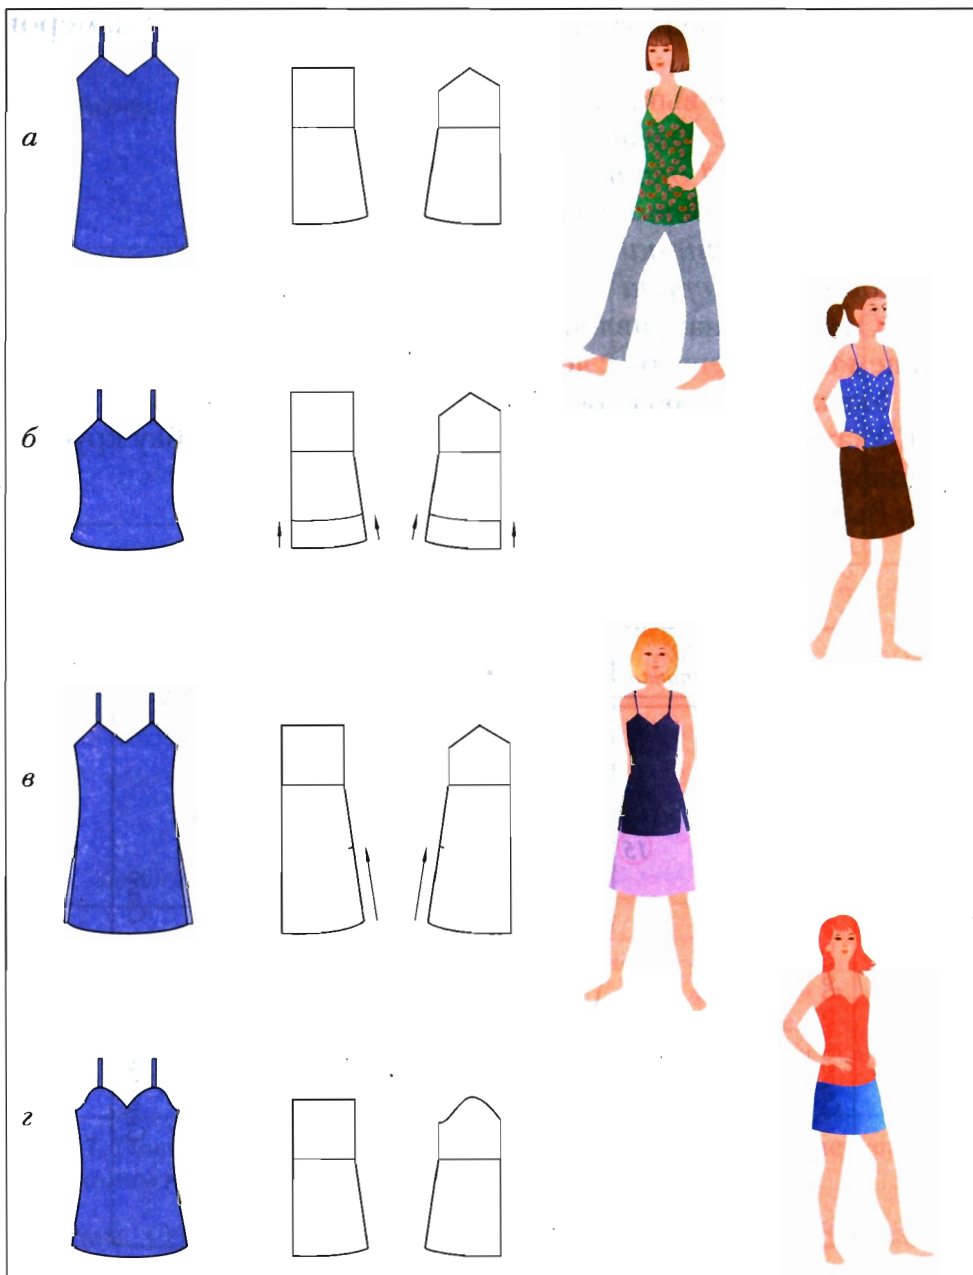

Рис. 19. Моделирование блузки-топа
1. Необходимую длину топа отложите от линии низа вверх по линии середины деталей и по линии бока. Постройте новую линию низа (рис. 19, б).
2. Длину разреза в боковых швах отложите от линии низа вверх по линии бока (рис. 19, в). Разрезы могут быть скруглёнными.
3. Начертите новую линию верха (рис. 19, г). И т. д.